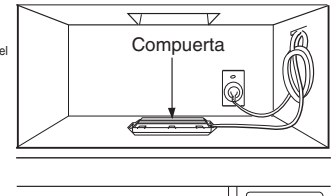

Ilustración 34
4. Instalación de la Ventilación de Techo: Consultar Ilustración 34.